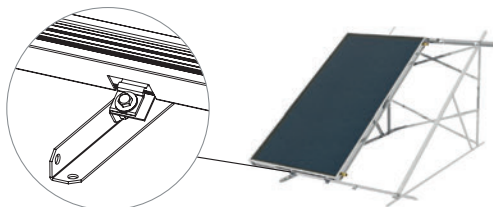

Figura 2.7
- 7** In caso di due collettori (Figura 2.7), posizionare prima quello sinistro appoggiandolo sulla parte inferiore e sollevando la parte superiore. Avvitare gli otto elementi di fissaggio in alluminio sui due profili supporto collettore senza stringerli completamente. Quando il collettore è posizionato, avvitare leggermente i bulloni M8 con i dadi e gli elementi di fissaggio in alluminio in modo da fissarlo leggermente per facilitarne il corretto posizionamento. Posizionare i raccordi agli angoli del collettore.